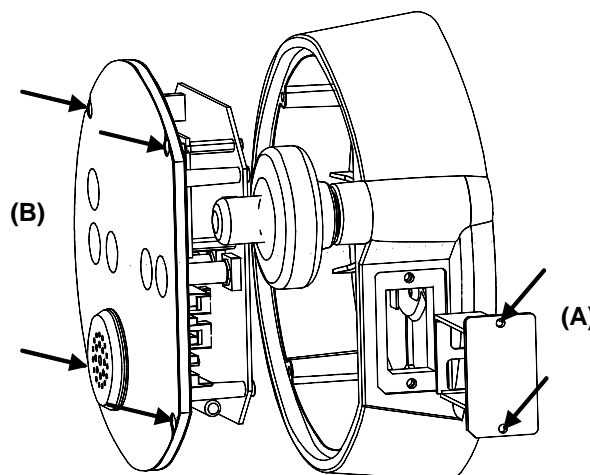

Figura 10-5
- Com uma chave Allen de 2.5mm desaperte os 2 parafusos (A) do suporte da bateria e puxe-o para fora, como mostra a Figura 10-5.
- Com a mesma chave desaperte os 4 parafusos (B) da unidade "display" e puxe-a ligeiramente para fora como mostra a Figura 10-5.